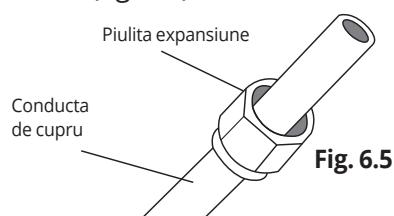

Fig. 6.5
- Strapungeti peretele folosind un burghiu de 65mm (2.56") sau 90mm(3.54"). Asigurati-vla ca strapungerea este facuta cu inclinare inferioara, pentru ca punctul de iesire sa fie mai jos decat punctul de intrare cu 12mm. Aceasta inclinare v-a asigura o scurgere mai eficienta a apei (vezi fig. 6.5). Introduceti tubul de protectie in interiorul strapungerii. Acesta va proteja marginile si va ajuta la sigilarea strapungerii atunci cand finalizati instalarea.